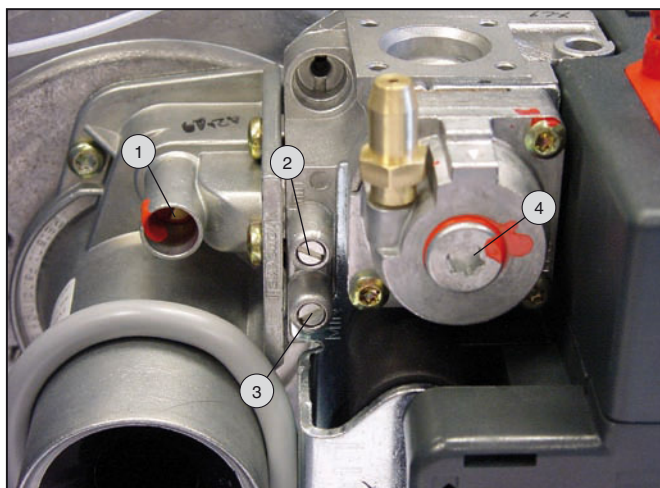

fig. 16
- Het percentage CO₂ regelen volgens de instelwaarden in de tabel op pagina 17 door de gasstroomregelschroef op de gasklep te verdraaien. (fig. 16)